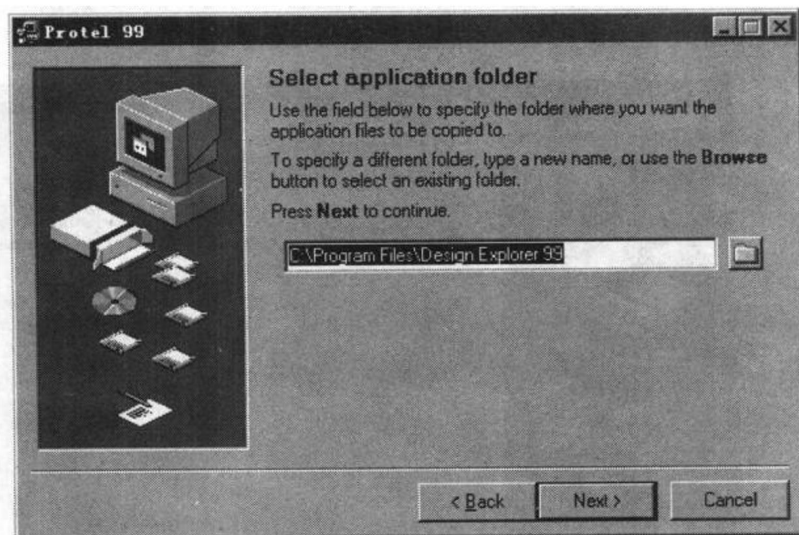

图 1.5 安装路径设置对话框
(5) 选择要安装的组件，单击  按钮，则系统弹出安装路径设置对话框，如图 1.5 所示。